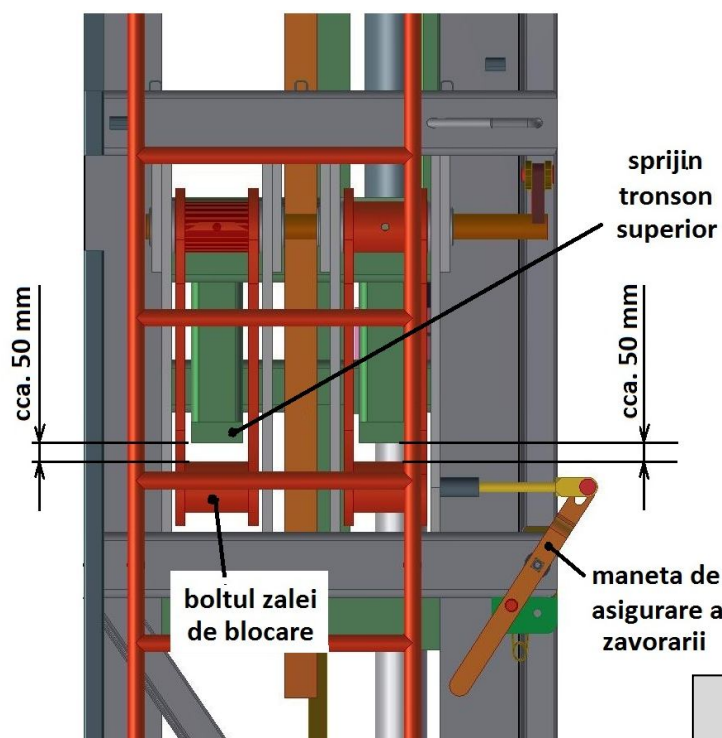

Fig. 1
**În Fig. 1 și 2 este simulată o telescopare corectă.**